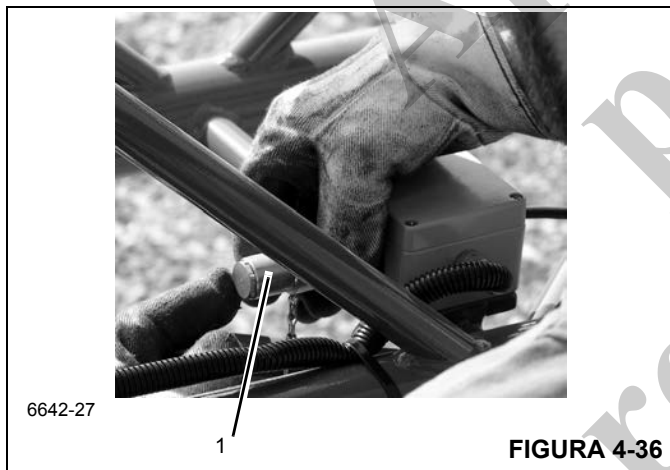

FIGURA 4-36
7. Conecte o conector do RCL (1, Figura 4-36) à caixa de conexão do RCL. O cabo é armazenado na seção de 23 pés (7 m).